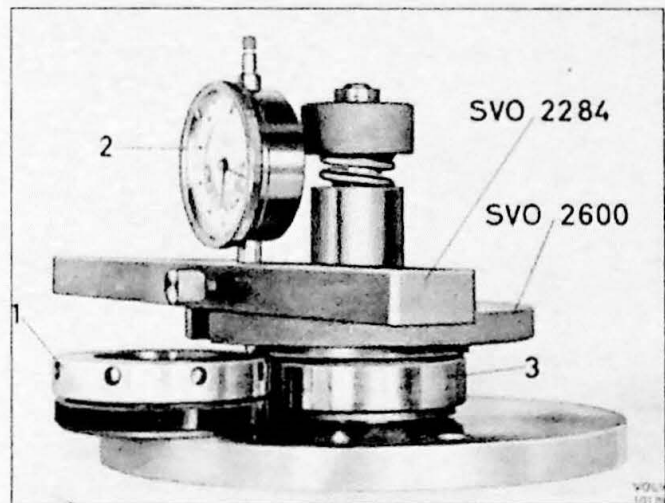

Fig. 9.31. Vaststellen van de dikte van de vulplaatjes;
3. Plaats het achterste pignonlager compleet met buitenring in de meetklem SVO 2600. Zet de plaat erop, de veer en de moer. De moer wordt met de platte zijde naar boven gemonteerd. De plaat (en daarmee het lager) wordt een paar maal heen en weer gedraaid zodat de rollen zich in de goede positie bevinden. Leg de instelringen in de meetklem (Fig. 9.31). Gebruik houder SVO 2284 en een meetklok. Plaats de meetpunt van de klok tegen de instelring en zet de klok op nul. Plaats hierna de punt van de meetklok tegen de buitenring van het lager. De meetklok wijst nu direct aan welke dikte de vulring moet hebben. Meet de dikte van
3. Als de juiste tandspeling en drukbeeld bereikt zijn, nemen we het differentieel en de instelring weg. De centreerplaat plaatsen we in de meetklem. Een lager plaatsen we in de plaat van de meetklem. Veer en moer monteren. De moer met de platte zijde naar beneden. De plaat enige malen heen en weer draaien. Plaats de meetklok en de houder SVO 2284. Stel de meter op nul tegen de instelring en richt hierna de meetpunt tegen het lager (Fig. 9.31). Lees de meetklok af. Meet met de micrometer de dikte van de afstelplaatjes af, waarvan de totale dikte, de afgelezen dikte plus 0,07 mm moet bedragen. Leg de afstelplaatjes en het opgemeten lager opzij. Herhaal het geheel met de andere zijde. **LET OP:** Onthoudt goed aan welke zijde de vulplaatjes en lager gemonteerd moeten worden.